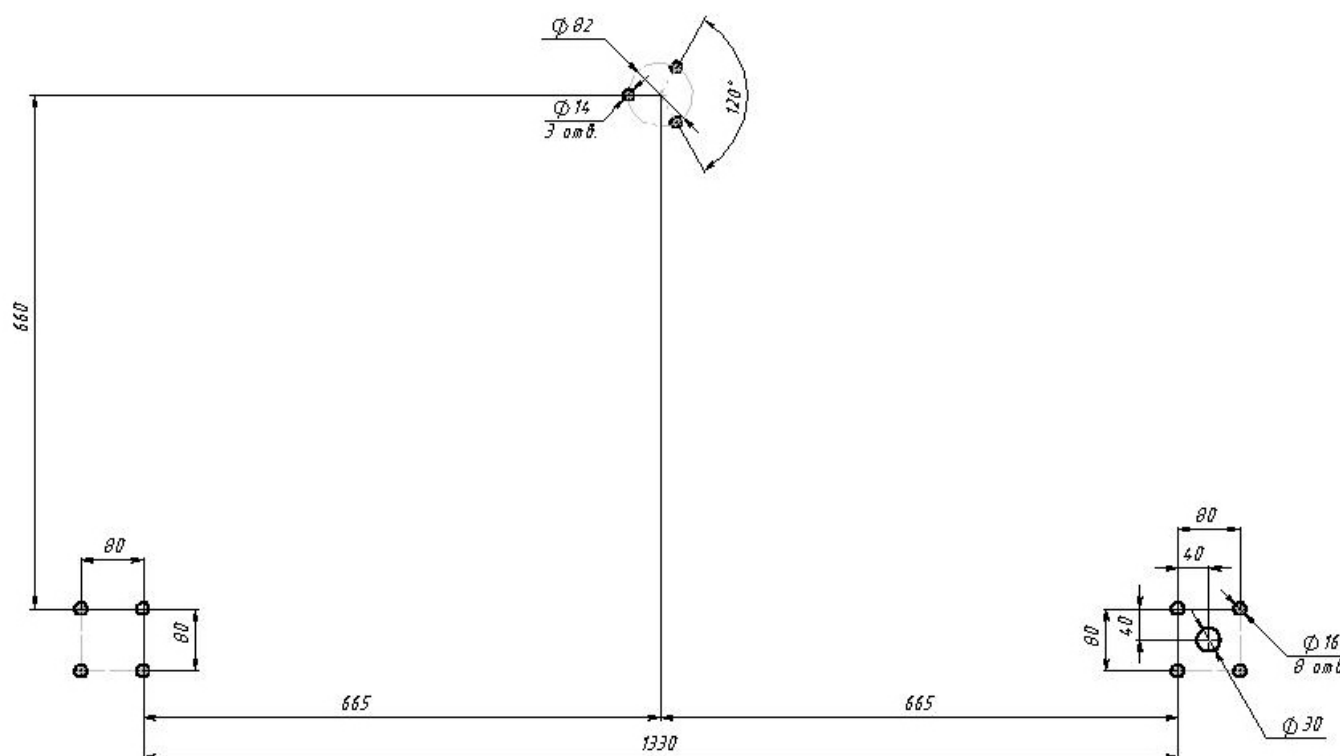

Рисунок 6 – Схема разметки для установки рамы и стойки ограждения ЭП (Ø30 – зона подводки кабелей)
8.4.2 Подготовьте в полу отверстия под гильзы анкеров для крепления рамы и стойки ограждения ЭП (см. рисунок 6). При необходимости прокладки кабелей под поверхностью пола подготовьте в полу кабельный канал, подводящий кабели питания и управления к зоне их ввода в раму ЭП в соответствии с планировкой проходной. Установку и крепление стойки производите после прокладки всех кабелей в кабельном канале и внутри балки ЭП. Прокладка кабелей внутри балки показана на рисунке 7.